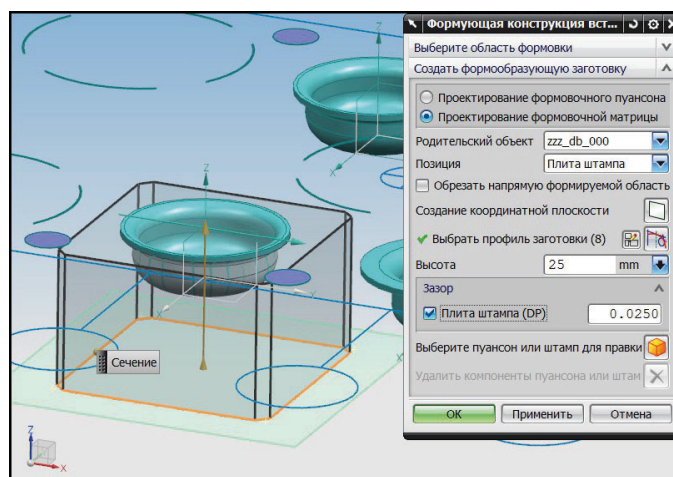

Рис. 10.14. Настройки матрицы
17. Установите значение зазора между матрицей и плитой 0,0250 мм. Проверьте, что в строке ввода **Высота** автоматически выставилось значение 25 мм. При необходимости задайте это значение вручную (рис. 10.14). Нажмите кнопку **ОК**.